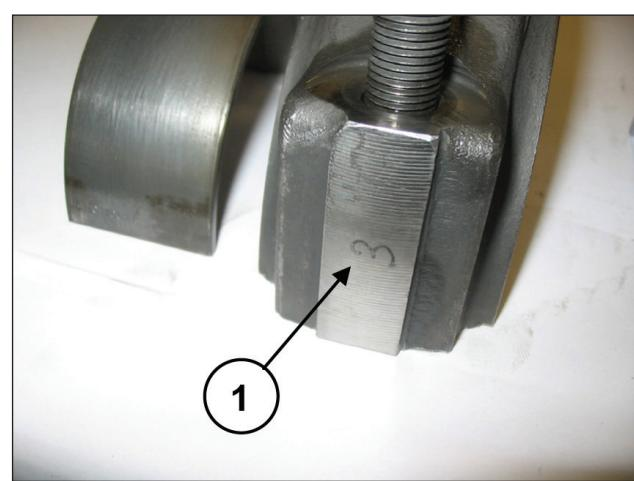

Fig. 25
Para evitar possíveis erros as capas e as semi-bielas foram numerados em um lado (pos. ①, Fig. 25).